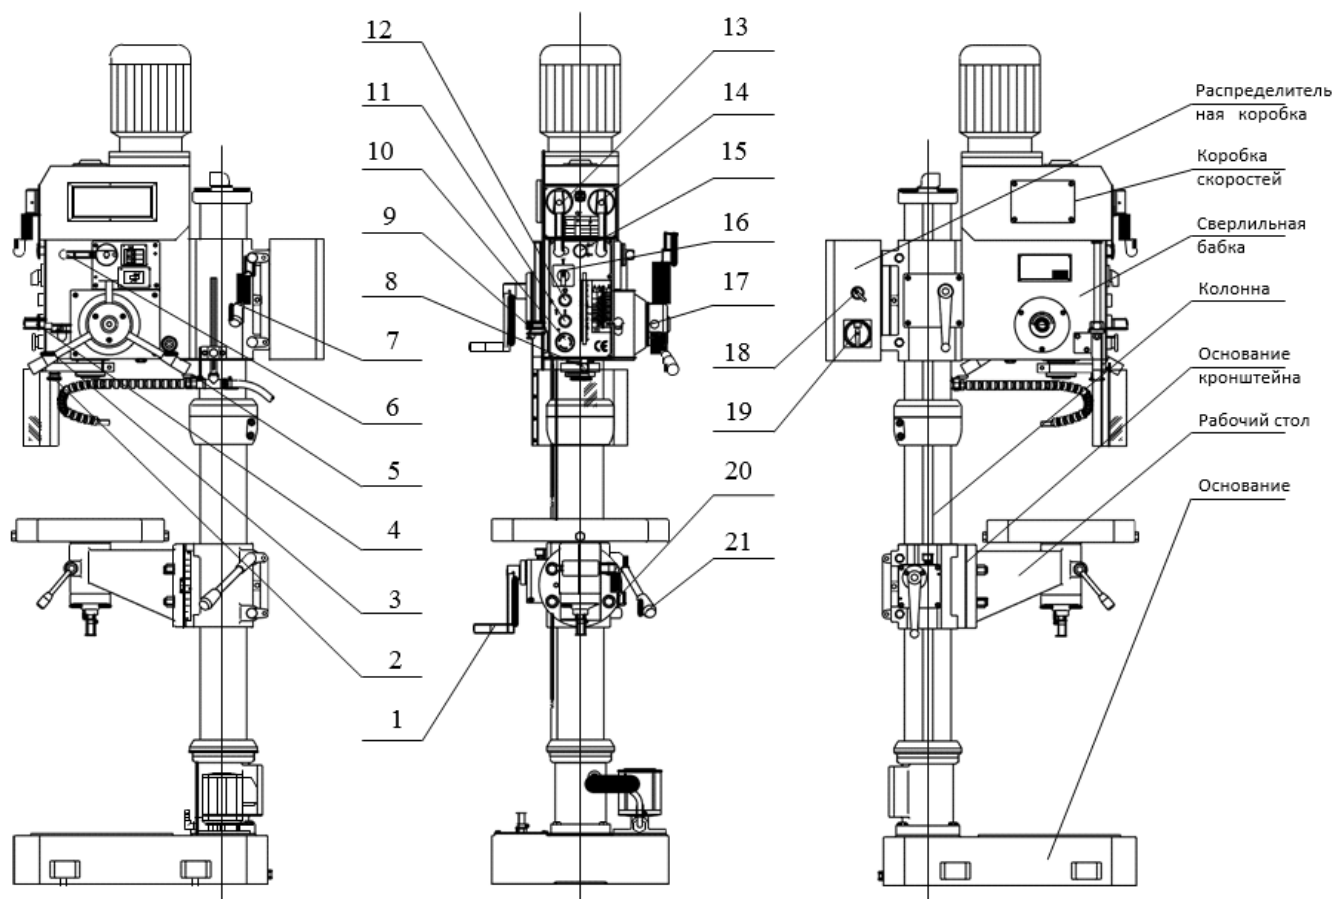

Рис. 1
Для включения станка переведите главный выключатель (19, рис.1) в положение «ON».
Включите вращение шпинделя, нажав на кнопку (11, рис.1)
Пользуясь таблицей, расположенной на передней части сверлильной головки, выберите необходимую скорость и установите требуемые положения ручек (13, 14, 16, рис.1)
Ручная подача: На сверлильной бабке справа расположены три рычага подачи (3, рис.1) с двумя положениями. Переведите любой из трёх рычагов влево и опустите вниз.
Выберите нужную скорость автоподдачи по табличным данным на передней части сверлильной головки, и установите ручки (13, 14, 16, 6) в требуемое положение. Переведите рычаг подачи (3, рис.1) в правое положение, при этом рычаг (4, рис.1) автоматически поднимется вверх, включится автоподача. Для остановки подачи нажмите рычаг (4, рис.1) до появления звука щелчка, после этого ручки (3, рис.1) автоматически вернуться в левое боковое положение, и подача шпинделя остановится.
Для серийного производства необходимо задать глубину сверления. Для этого существует шкала спереди сверлильной бабки. Ослабьте винт с накаткой (8, рис.1) поворотом рукоятки (2, рис.1), перемещением шкалы задайте нужную глубину, затяните винт (8). Теперь глубина сверления задана.
Поверните рычаг подачи (3) и приблизьте метчик к заготовке. (Рычаг должен быть в левом положении ручной подачи. Нажмите на блокиратор автоподдачи (17, рис.1) для
Остановить станок можно, нажав на кнопку (12, рис. 1). Если требуется аварийная остановка при работе, нажмите кнопку аварийной остановки (10, рис. 1), что приведёт к отключению станка.
Станок оснащён устройством быстрой смены режущего инструмента, управляемым рукояткой (15, рис. 1). Надавите рукоятку (15) в направлении сверлильной бабки, если требуется установка режущего инструмента. При снятии инструмента надо немного выкатить пиноль, вытянуть рукоятку (15), и, придерживая режущий инструмент левой рукой, поднимите пиноль, инструмент выпадет вниз.